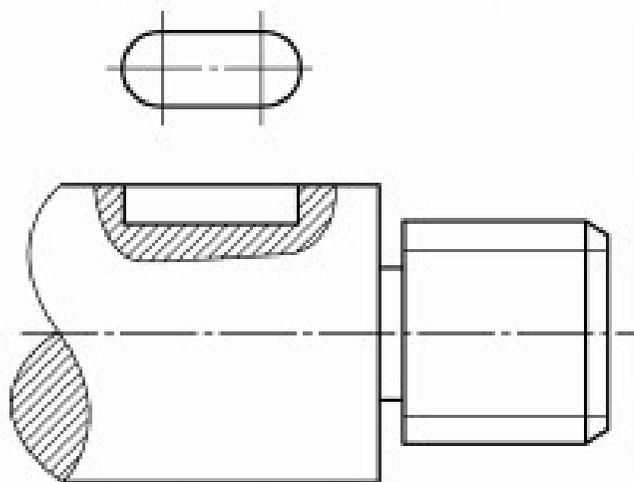

图 4-48 局部视图的简化画法
- ❖ (5) 零件上的对称结构的局部视图，可配置在视图上所需表示的物体局部结构的附近，如图 4-48 所示。